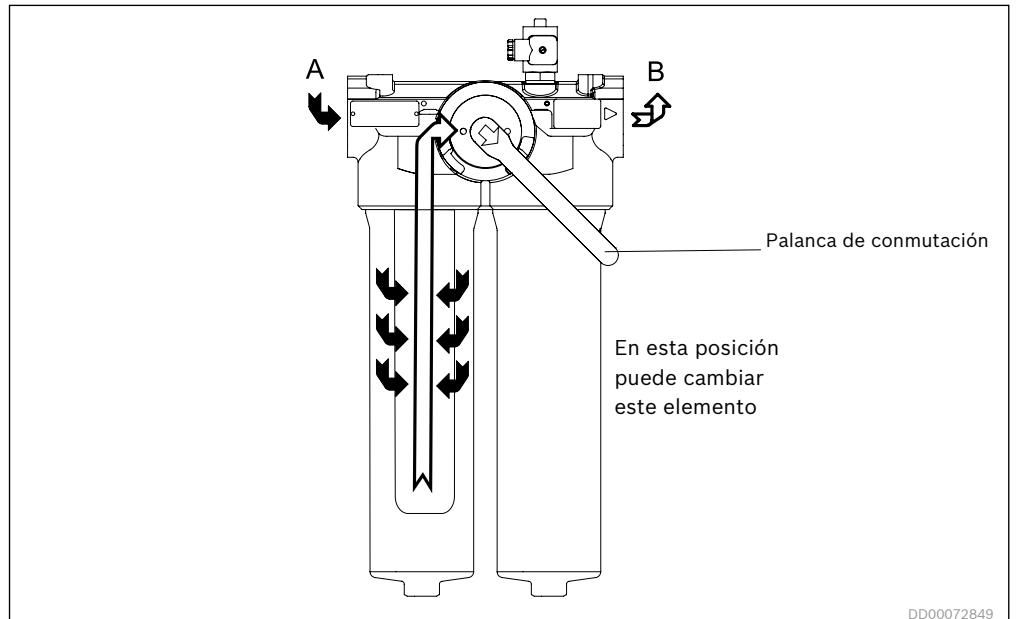

Fig. 24: Cambio del filtro doble
1. Accione la palanca de cambio y gírela hacia la otra dirección para cambiar la dirección del flujo en la carcasa del filtro, consulte la *Fig. 24: Cambio del filtro doble*.